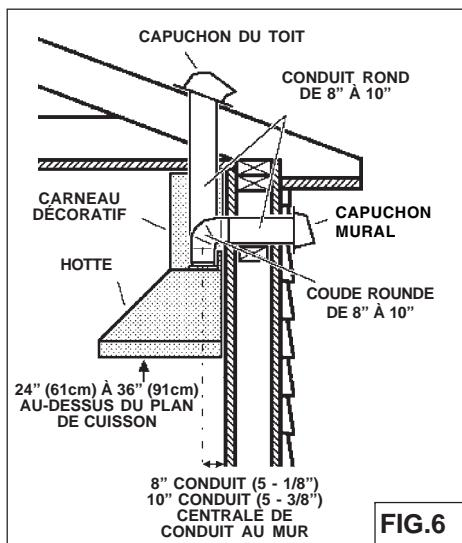

FIG. 6
4. Installez un couvercle sur le toit ou au mur. Reliez un tuyau en métal rond de 8" WPPIQ (ou 10" WPPIQT) au couvercle et faites-le aller jusqu'à l'emplacement de votre hotte. Utiliser du ruban adhésif pour sceller les joints entre les sections de conduits (Fig.6).